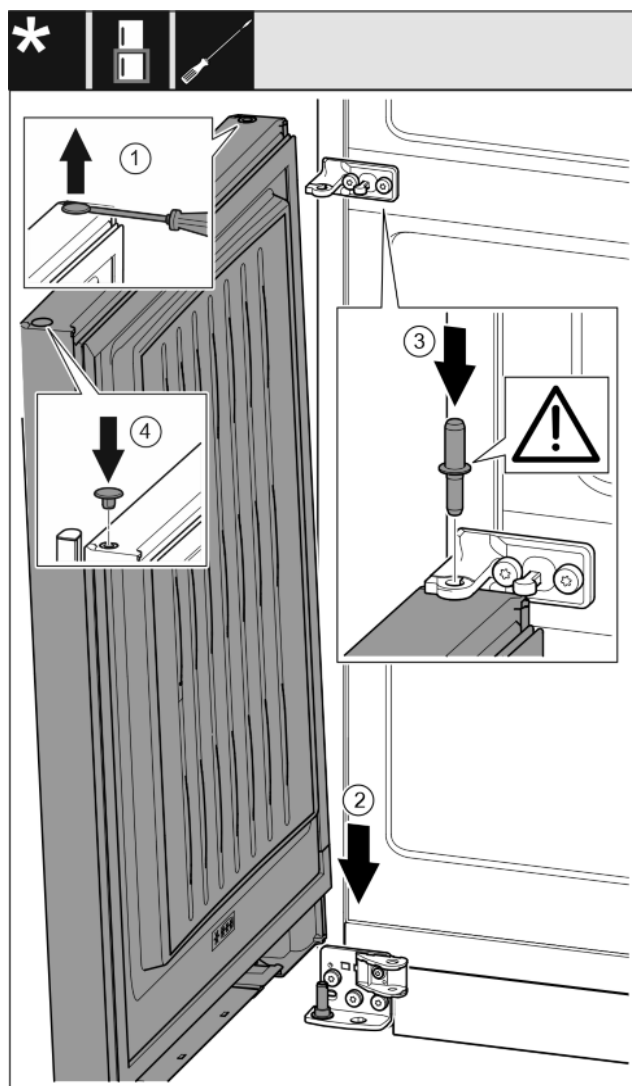

Fig. 32
- Óvatosan emelje meg a dugót lapos csavarhúzóval, és húzza ki. Fig. 32 (1)
- Helyezze rá az ajtót felülről az alsó csapszegre. Fig. 32 (2)
- Helyezze be az alsó ajtóba a középső csapszeget a középső csapágybakon keresztül. Közben ügyeljen arra, hogy a bekattanó bütyök hátrafelé mutasson. Fig. 32 (3)
- Tegye vissza a dugót az ajtó másik oldalára. Fig. 32 (4)